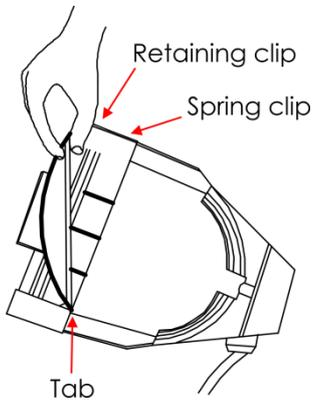
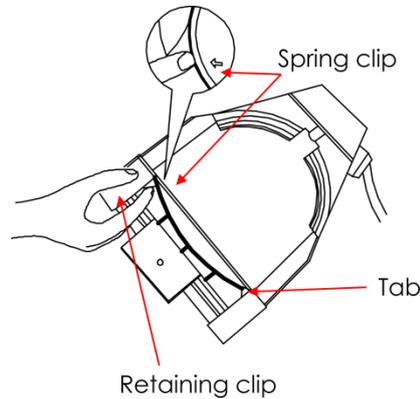

Fig. 08
Fig. 09
- 03) Tenere l'obiettivo dall'estremità, di modo che il lato convesso sia rivolto verso la parte posteriore del dispositivo (Fig. 08).
- 04) Far scorrere l'obiettivo dietro al clip molla dell'obiettivo (Fig. 08) e collocarle la base dietro alle alette (Fig. 09) sulla parte inferiore dell'anello girevole.
- 04) Premere il clip a molla per rilasciare l'obiettivo (Fig. 09).
- 01) Collocare il dispositivo con la parte anteriore rivolta verso di voi. Inclinare leggermente il dispositivo (Fig. 09).
- 03) Tenere l'obiettivo dall'estremità, in modo che il lato convesso sia rivolto verso la parte posteriore del dispositivo (Fig. 08).